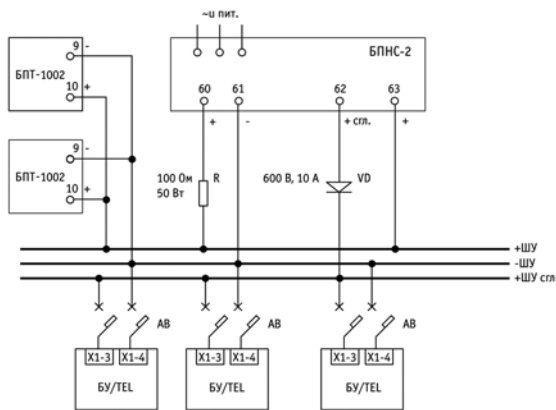
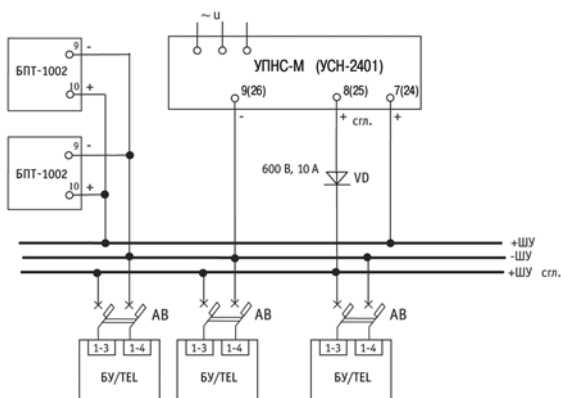
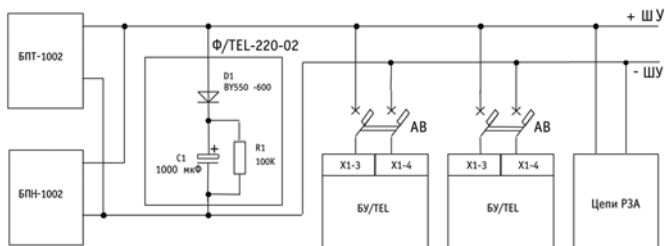

Рис. 15. Схема организации оперативного питания при использовании источников выпрямленного оперативного тока типа БПНС-2 и БПТ-1002
Рис. 16. Схема организации оперативного питания при использовании источников выпрямленного оперативного тока типа УПС-М (УСН-2401) и БПТ-1002
Рис. 17. Схема организации оперативного питания при использовании источников выпрямленного оперативного тока типа БПН-1002 и БПТ-1002
2.3.1.1. В схеме с БПНС-2 питание на блоки управления рекомендуется подавать поочередно не более м на пять БУ/ТЕЛ одновременно. В противном случае всплеск тока при подключении может привести к перегоранию предохранителя БПНС-2. Резистор R (см. рис. 15) допускается не устанавливать, если БПНС-2 применяют без других источников выпрямленного тока.
2.3.1.2. При организации оперативного питания с помощью устройств БПНС-2 и БПТ-1002, а также УПНС-М и БПТ-1002 питание БУ/ТЕЛ необходимо осуществлять от выхода встроенного сглаживающего фильтра. Схемы организации оперативного питания в этих случаях приведены на рис. 15 и рис. 16.
2.3.1.4. Схема организации оперативного питания при использовании устройства УСН-2401 аналогична. На рис. 16 в скобках указаны номера зажимов блока УСН-2401.
Фильтры поставляются отдельно предприятием "Таврида Электрик". Схема организации оперативного питания для этого случая приведена на рис. 17.
В схеме управления на выпрямленном оперативном токе питание БУ/TEL должно осуществляться в соответствии со схемами, приведенными в п. 2.3.1. Организация оперативного питания БУ/TEL в схемах на выпрямленном токе (см. рис. 15 - рис. 17).